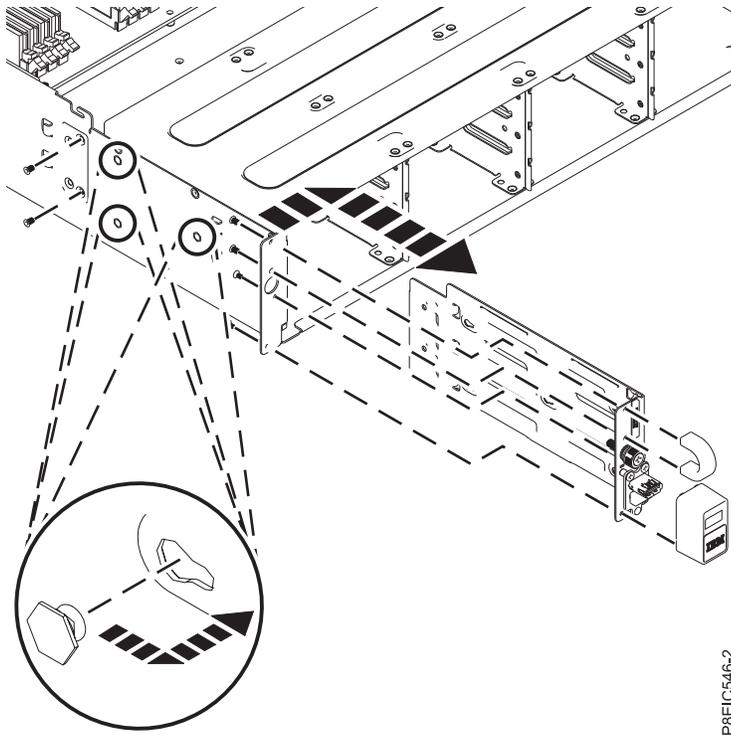

Abbildung 108. USB-Anschluss an der Vorderseite und Kabel ausbauen
5. Entfernen Sie die vier Schrauben, mit denen die USB-Frontblende und der Griff an der Vorderseite der USB-Baugruppe befestigt sind (siehe Abb. 108 auf Seite 100).
6. Entfernen Sie die zwei Schrauben, mit denen die USB-Baugruppe an der Seite des Chassis befestigt ist (siehe Abb. 108).
7. Ziehen Sie die USB-Baugruppe nach vorne und hängen Sie sie anschließend von den Stiften an der Seite des Chassis ab (siehe Abb. 108).